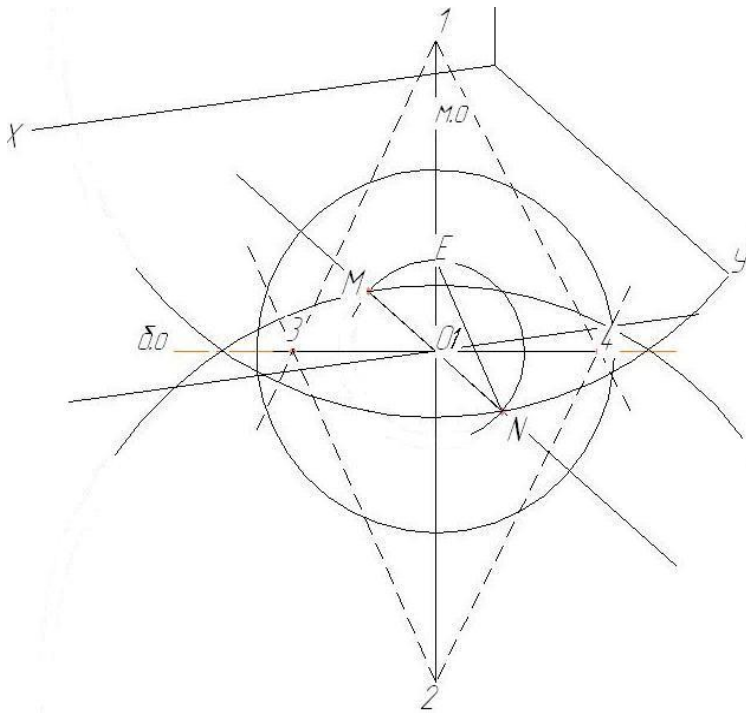

рис.9
- 1.11. Из точки 1 радиусом равным расстоянию 1N начертить дугу (рисунок9)
1.12 Из точки 2 радиусом равным расстоянию 2M начертить дугу(рисунок9)
1.13. Из точек 1 и 2 начертить прямые линии через точки 3 и 4 (на рисунке 9–штриховыми линиями, на чертеже *чертить сплошными*) (рисунок9)